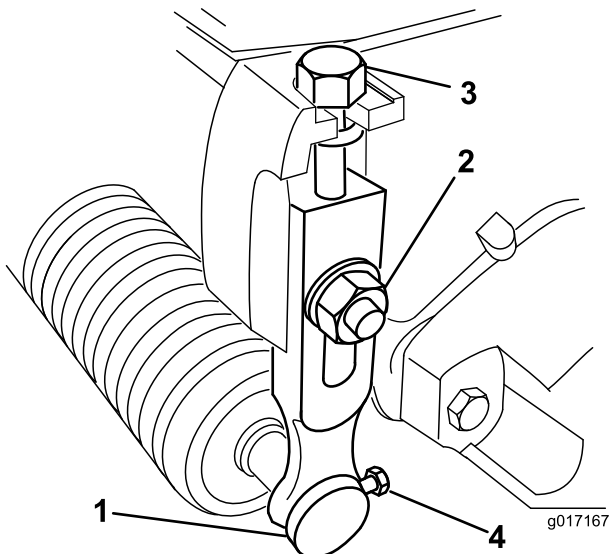

Figura 1
2. Allentate le viti che fissano l'albero del rullo anteriore ai bracci di regolazione dell'altezza di taglio (Figura 1).
3. Staccate il rullo anteriore (Figura 1).
4. Rimuovete i bulloni della lama, le rondelle e i dadi che fissano i bracci di regolazione dell'altezza di taglio alla piastra laterale dell'apparato di taglio (Figura 1).
6. Togliete le viti di regolazione dai bracci di regolazione dell'altezza di taglio (Figura 1).